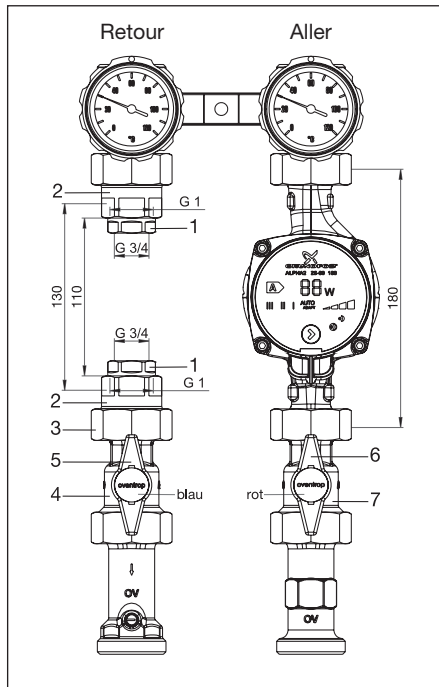

Fig. 5.1 Jeu de montage pour compteurs de calories pour «Regumat S-180» DN 25 avec robinet d'isolement à tournant sphérique (2015)
- Visser le filetage femelle G $\frac{3}{4}$ (1) des réductions G $\frac{3}{4}$ x G 1 sur le compteur avec les joints livrés.
- Visser le filetage femelle G 1 (2) des réductions G 1 x G $1\frac{1}{2}$ avec les joints livrés sur les réductions (1) déjà montées.
- Démontez le robinet à tournant sphérique (4) de l'aller et le monter sur le retour.
- Visser le compteur de calories sur le retour avec les joints et l'écrou d'accouplement (3) livrés.
- Monter le robinet à tournant sphérique avec sonde de température (7) sur l'aller (Attention: selon le modèle de la sonde de température, le positionnement du robinet à tournant sphérique peut être choisi librement (voir fig. 5.1 et 5.2). Echanger les manettes (5, 6) avec bouchon rouge et bleu entre elles.
Le montage d'un compteur de calories d'une longueur de 130 mm est identique à celui d'un compteur d'une longueur de 110 mm, mais les réductions G $\frac{3}{4}$ x G 1 (1) et les joints correspondants (voir fig. 5.1 et 5.2) ne sont pas requis.